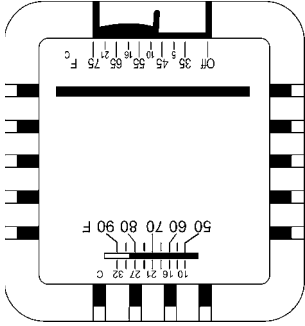

FIGURE 8. COMMANDES DU THERMOSTAT
- B. Réglez le thermostat à la position OFF (fermé). Voir la figure 8.**